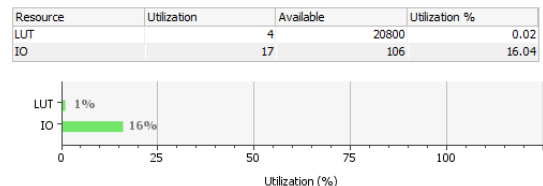

Figura 18. Relatório de uso de recursos após a síntese no Vivado da implementação do circuito do *barrel-shifter* multifuncional.
c) Após sintetizar o código em VHDL da implementação do circuito do *barrel-shifter* multifuncional é possível obter através do Vivado o relatório dos recursos utilizados do FPGA, Figura 18. Nesse relatório é possível ver que o circuito implementado utiliza duas LUTs, de 8 e 3 entradas (4 LUTs do FPGA), respectivamente, e 17 pinos de I/O. Isso equivale a <1% do número de LUTs disponíveis e 16% do número de pinos de entradas e saídas.